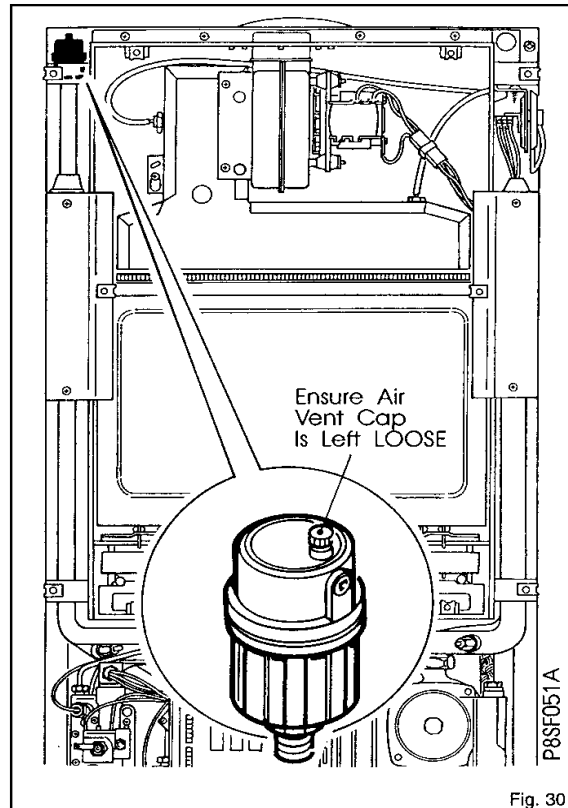

Fig. 30
6.21 Automatic Air Vent (See Fig. 30)